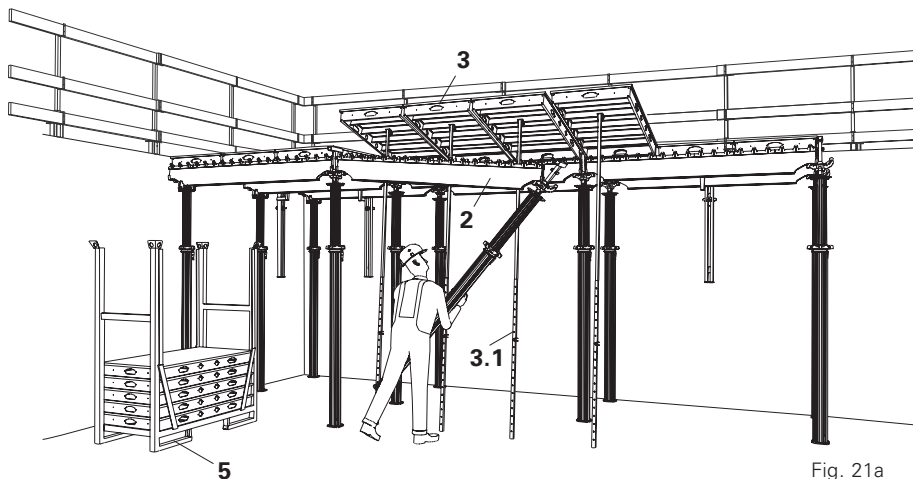

Fig. 21a
1. Accrocher quatre panneaux (3) à la poutrelle primaire SLT 225 (2) et les relever à l'aide de la barre de montage SSH (3.1) (Fig. 21a)
2. Accrocher la poutrelle primaire SLT 225 (2) dans la tête de décintrement.
3. Accrocher l'étau avec tête de décintrement dans la poutrelle primaire SLT 225 (2) relevée.
4. Placer l'étau à la verticale. (Fig. 21a)